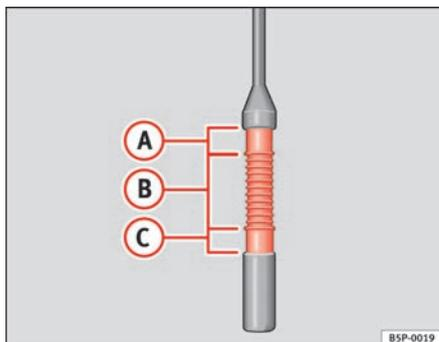

Fig. 163 Vareta de medição do nível de óleo.
- A continuação, extrair novamente a mesma e comprovar o nível do óleo ⇒ fig. 163. Caso necessário, reabastecer com óleo do motor.